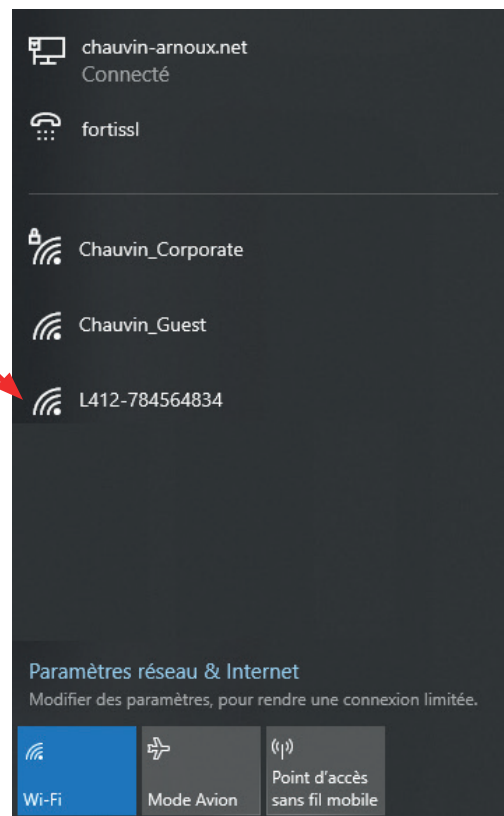

Figura 11
- Conectați PC-ul la router, conform explicațiilor din Figura 11.